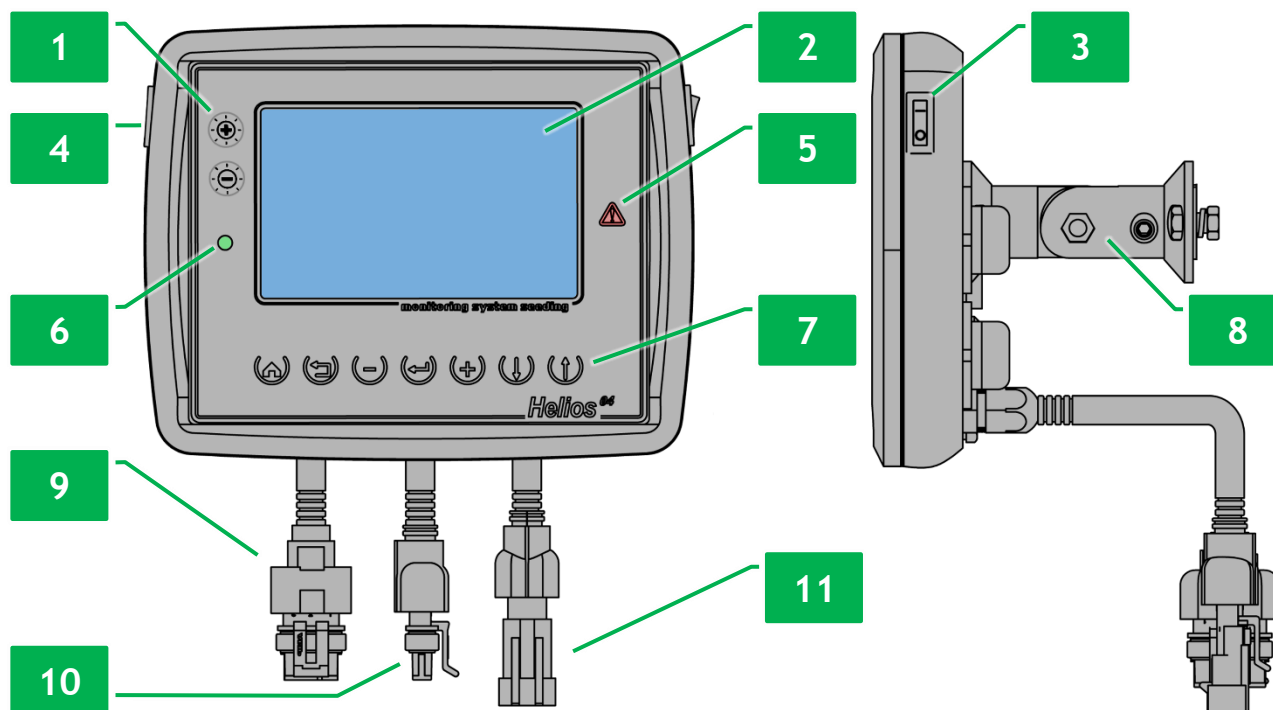

Рисунок 1 Панель оператора
Внешний вид и органы управления панели оператора изображены на «Рисунок 1». Панель оператора состоит из следующих элементов:
- выключатель питания (см. Рисунок 1 п.3);
- индикатор питания (см. Рисунок 1 п.6);
- кронштейн крепления панели оператора (см. Рисунок 1 п.8);
- кнопки управления панелью оператора (см. Рисунок 1 п.1 и п.7). Их графическое обозначение, название и краткое описание содержатся в «Таблица 1»;
- экран панели оператора (см. Рисунок 1 п.2);
- разъем для установки карт памяти формата microSD (см. Рисунок 1 п.4);
- кабельный ввод жгута датчика скорости движения (см. Рисунок 1 п.9);
- кабельный ввод жгута связи RS-485 (см. Рисунок 1 п.10);
- кабельный ввод жгута питания (см. Рисунок 1 п.11);
- индикатор аварии (см. Рисунок 1 п.5).
⁶ Аварийный световой индикатор показан на «Рисунок 1», п.5